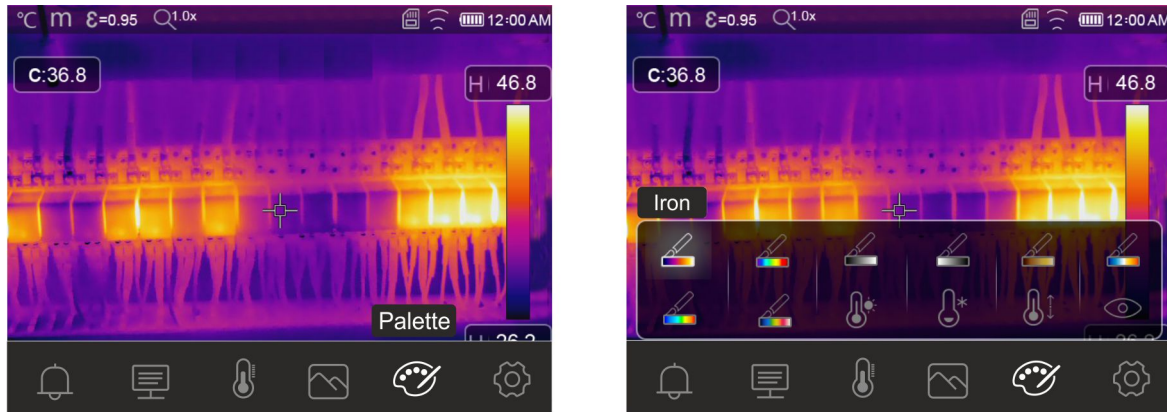

Fig. 40: Selección paletas colores y funciones isotermas
2. Toque el icono “” para entrar en el menú “Menú Paleta”. La pantalla de Fig. 40 – parte derecha se muestra en el visualizador